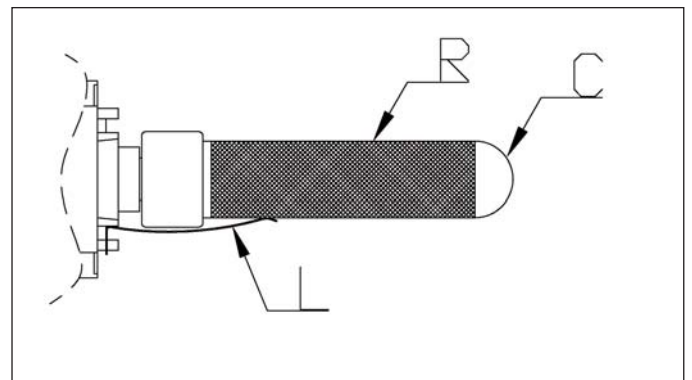

fig. 19
- Svitare delicatamente il condensatore al quarzo (C fig. 19).
- Sfilare la rete (R fig. 19) esterna al tubo: se l'operazione risulta difficile, ruotare leggermente la rete attorno al condensatore al quarzo
- Gently unscrew the capacitor (C fig. 19).
- Remove the external net (R fig. 19) of the tube: if the operation results to be difficult, rotate slightly the net around the quartz capacitor.
- Controllare che la linguetta (L fig. 19) sia a contatto con la rete metallica e la prema contro il vetro al quarzo del condensatore (C fig. 19).
- Control that the small flap (L fig. 19) touches the metallic net and presses on the quartz glass of the capacitor (C fig. 19).